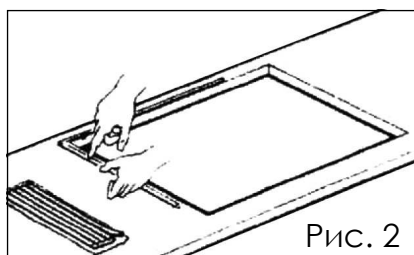

Рис. 2
- 1) Проложите прокладку по краям установочного отверстия. Убедитесь, что края прокладки наложились друг на друга (Рис. 2).